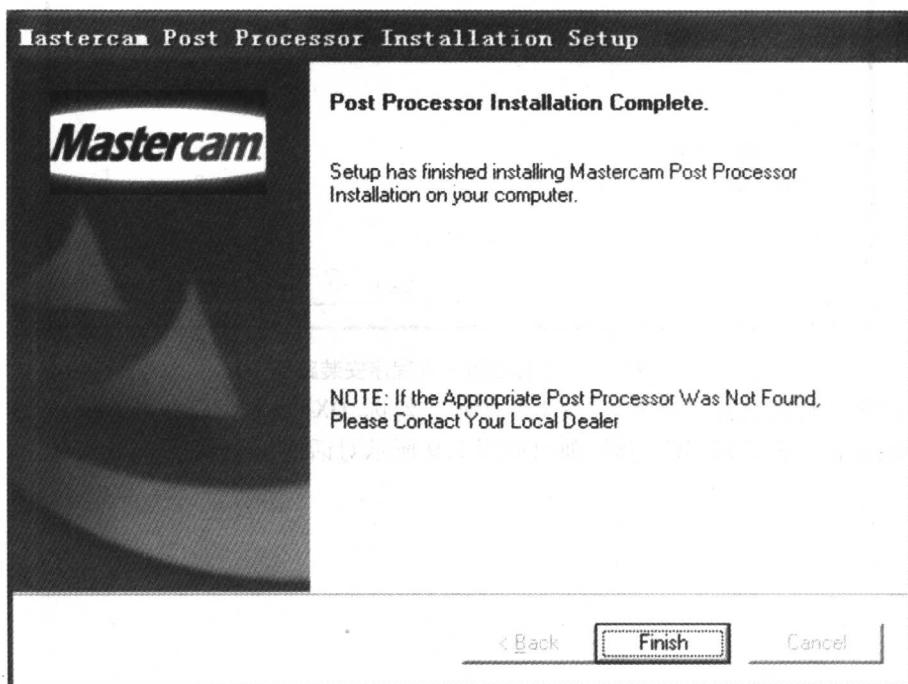

图 1.9 安装结束
9. 系统安装后置处理程序完后,弹出如图 1.9 所示对话框,点击 Finish。